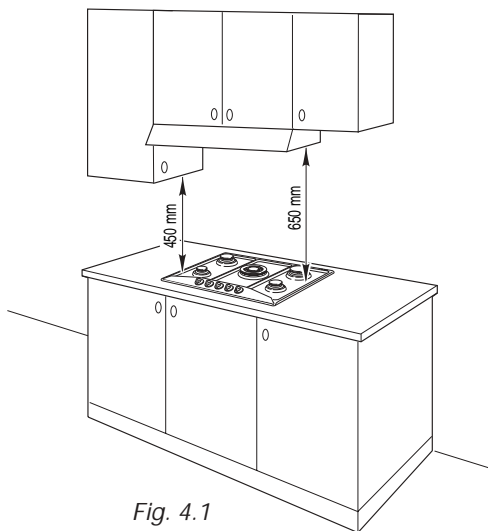

Fig. 4.1
- ✓ allorché sopra il piano di cottura vi sia un pensile o cappa mantenere fra la griglia del piano ed il suddetto pensile o cappa la distanza minima pari a 650 mm (vedi anche fig. 4.1);